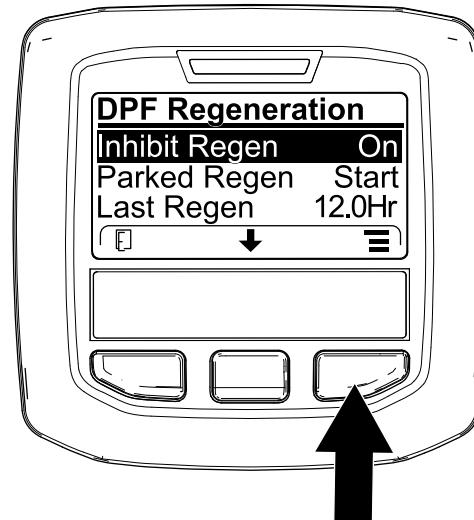

Figura 42
1. Acceda al menú DPF Regeneration (Regeneración de DPF), pulse el botón central para desplazarse hacia abajo, hasta la opción INHIBIT REGEN (Inhibir regeneración) y pulse el botón derecho para seleccionar la opción Inhibit Regen (Figura 42).
2. Pulse el botón derecho para cambiar el ajuste de inhibición de regeneración de Activado a Desactivado (Figura 42) o viceversa (Figura 43).